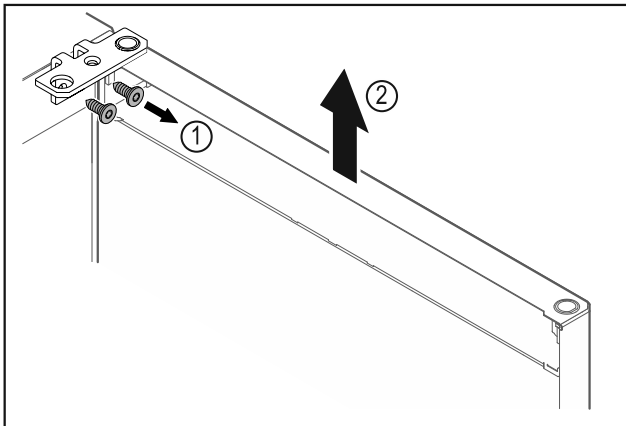

Fig. 5
- Scharnierwinkel Fig. 5 (1) abschrauben.
- Tür inklusive Scharnierwinkel Fig. 5 (2) circa 200 mm gerade nach oben heben und abnehmen.